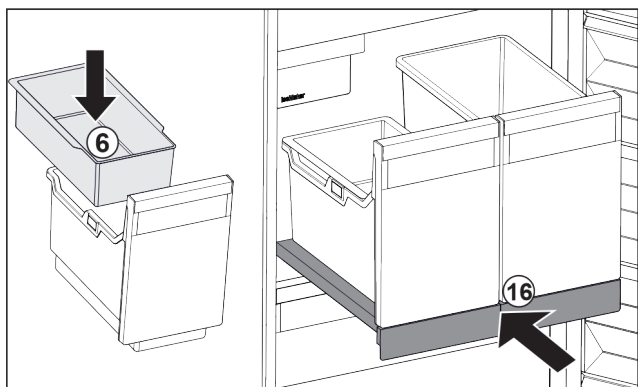

Fig. 91
- ▶ Vsaďte závěsnou misku Fig. 91 (6) pro kostky ledu.
- ▶ Zasuňte vysouvací přihrádku s nádobou (IceTower). Fig. 91 (16)